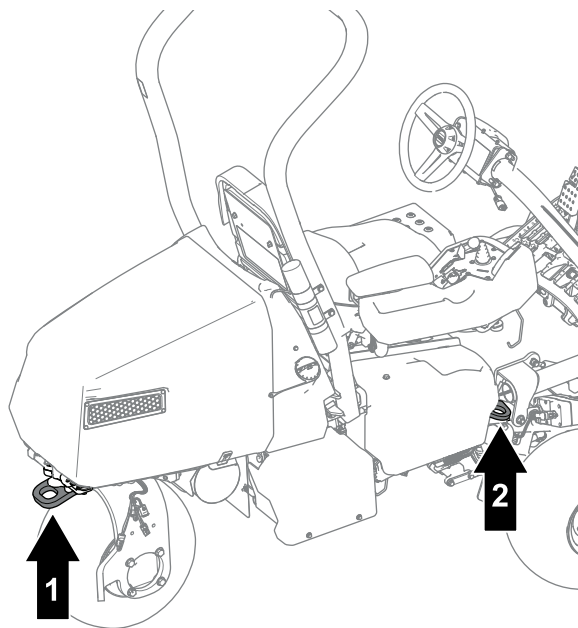

Figura 32
- Legați maina în siguranță folosind curele, lanuri, cabluri sau frânghii. Atât curelele din față, cât i cele din spate trebuie să fie îndreptate în jos i spre exteriorul mainii (Figura 32).